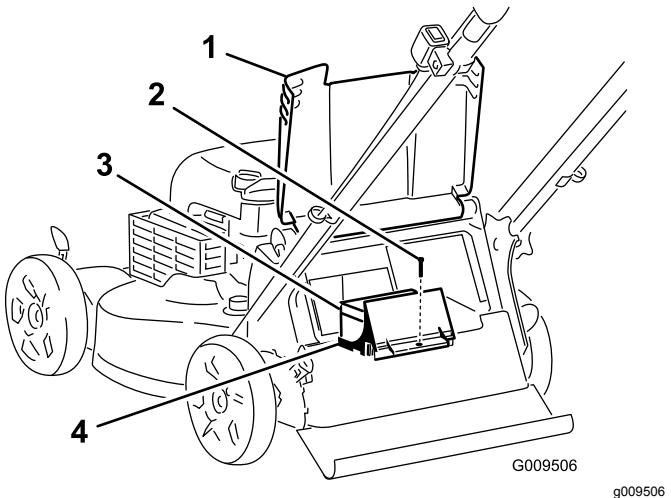

Bild 30
1. Heben Sie das hintere Ablenkblech an und finden Sie das Batteriefach (Bild 30).